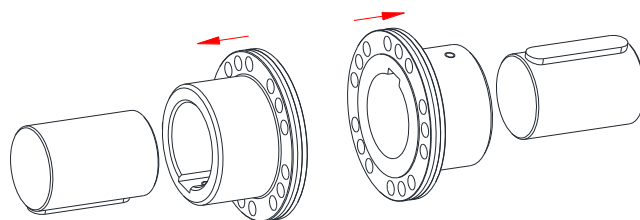

Fig. 14 : Montage des brides d'accouplement
- Monter les brides d'accouplement sur les arbres moteurs et récepteurs (voir Fig. 14).